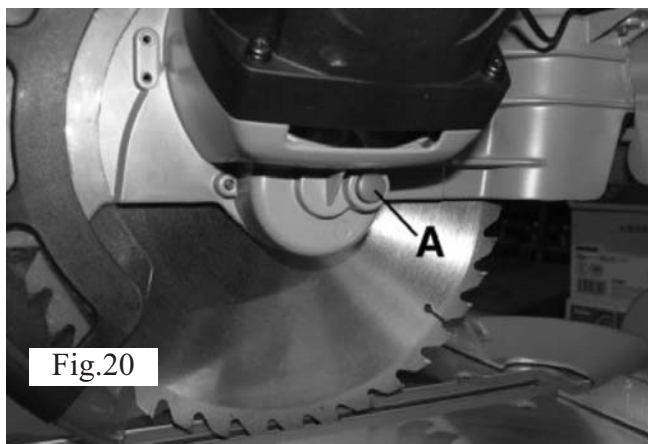

Fig.20
6. Tryk låseknappen (A) på fig. 20 til spindlen helt ind vha. én hånd. Roter klingens med hånden, indtil spindlen låses.